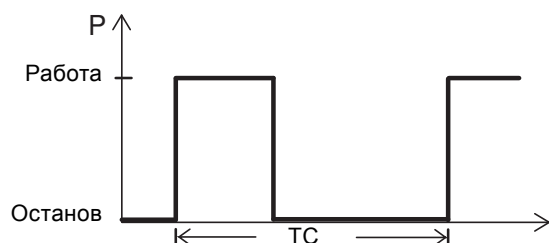

Рис. 8 Режим работы S3
Режим работы S3 означает серию идентичных рабочих циклов (TC) с постоянной нагрузкой, чередующихся с периодами перерыва в работе. Во время цикла не достигается тепловое равновесие. См. рис. 8.